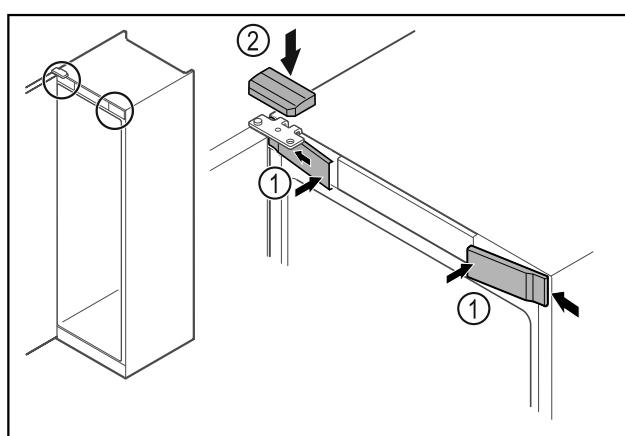

Fig. 47 *
- Aizkabinet sānos priekšējos pārsegus Fig. 47 (1) unnofiksējet.*
- Nofiksējiet augšējo pārsegu Fig. 47 (2) no augšpuses.*